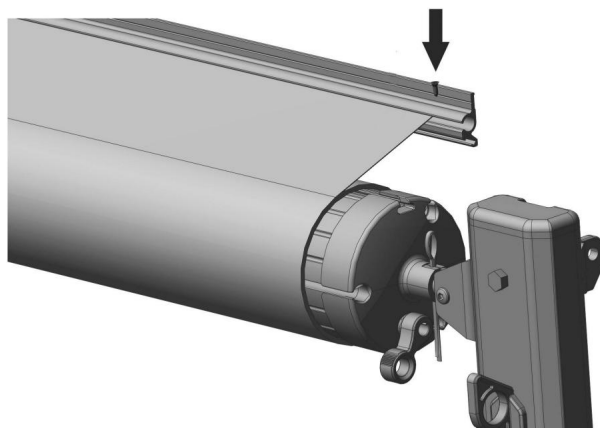

Figura C18
3.8 Abra y cierre el toldo 2 o 3 veces para permitir que la tela y el mecanismo del toldo se ajusten naturalmente en su lugar (consulte el método de uso). Verifique que todos los tornillos estén fijados y que el toldo se pueda usar normalmente; luego, fije el tornillo B en ambos lados para evitar que la tela se mueva (Figura C18).